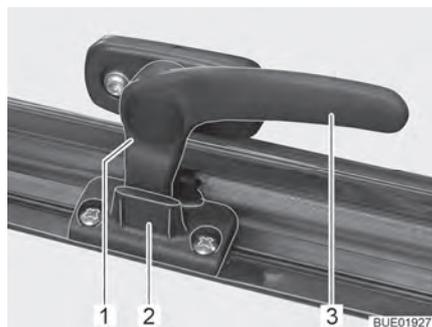

Fig. 20 Leva di serraggio in posizione "Aerazione continua"
- In posizione di "Aerazione continua" (Fig. 20)
- Ruotare la leva di serraggio (Fig. 20,3) di un quarto di giro verso il centro della finestra.
- Ruotare la leva di serraggio di un quarto di giro verso il telaio della finestra. Riportare contemporaneamente il nasello di chiusura (Fig. 20,1) nella rientranza della chiusura della finestra (Fig. 20,2).